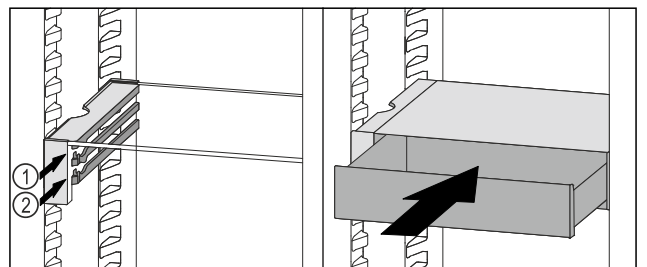

Fig. 136
- ▶ VarioSafe-Schubfach hinter den Stopperrn auf gewünschter Rippe Fig. 136 (1) oder Fig. 136 (2) aufsetzen.